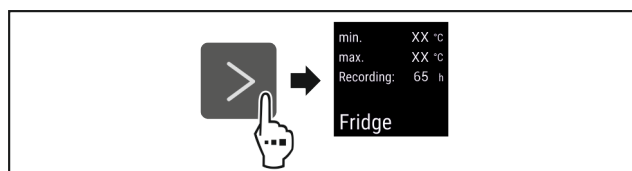

Fig. 128
- Suivre les étapes (voir Fig. 128).